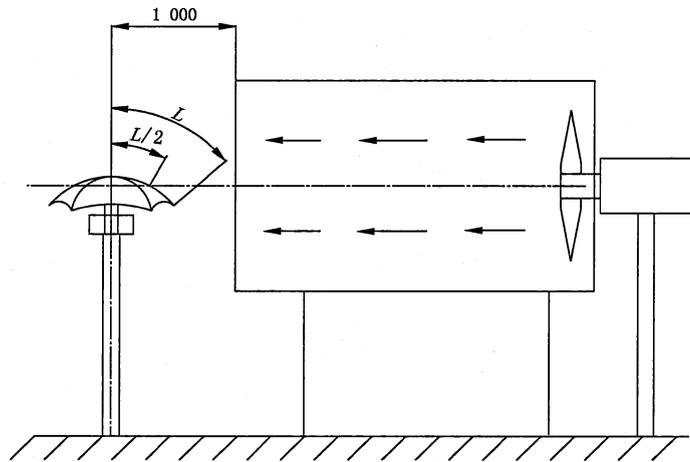

图 5 手持式伞伞杆抗风强度示意图
6.2.1.2 将伞撑开,以图示的方向用夹具夹住(见图5),直骨伞固定手柄;缩折伞固定伞杆最底部一节的1/2处。伞的高度调整见图5,将伞固定好后,调整调频旋钮直至当风速达到规定值后开始计时,30 s后停机。